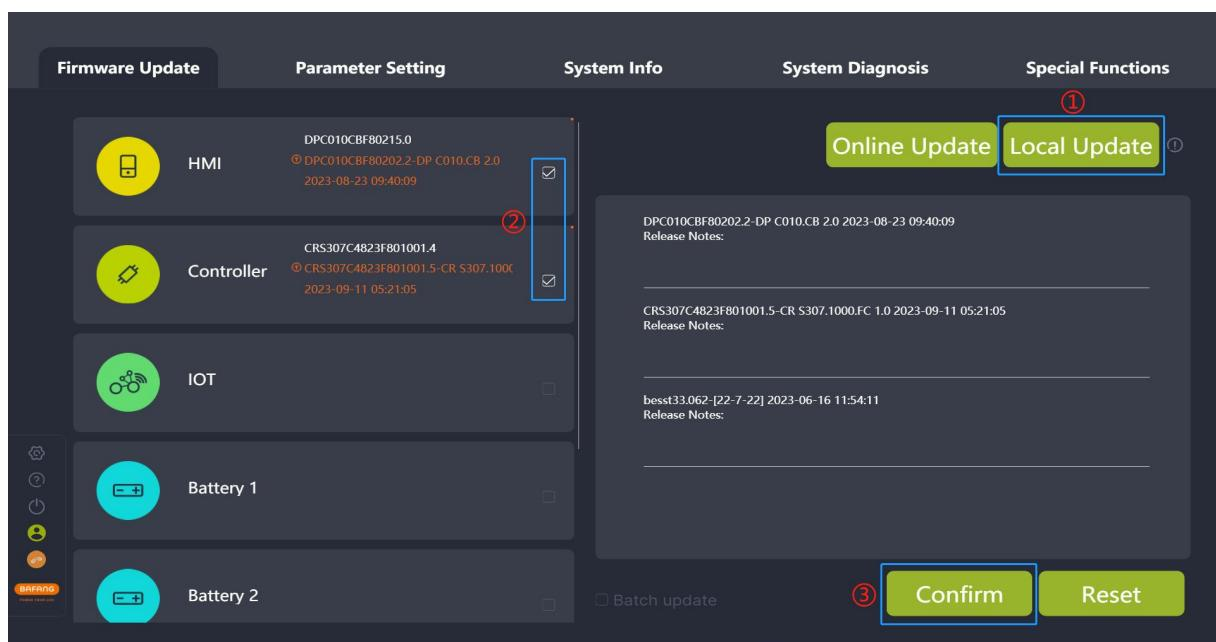

图 4-13 本地升级
- (1) 如果是本地升级，点击“本地升级”，从本地选中多个需升级的部件（如图 4-13）；